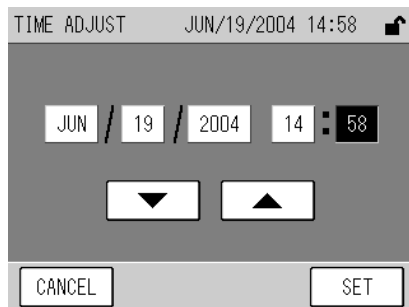

Fig. 69 TIME ADJUST Fenster
- [TIME ADJUST]: Öffnet das Fenster TIME ADJUSTMENT (Fig. 69 auf Seite 53).